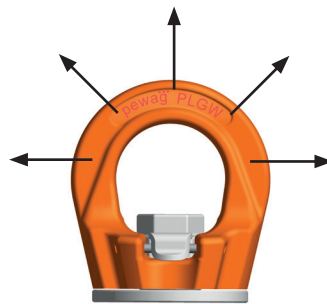

Bild 1: tillåtet
Max last: Lastkapacitet enligt testcertifikat eller belastningstabell i de angivna dragriktningarna – se bild 1.
- Belasta endast i den angivna riktningen (se bild 1) med WLL enligt tabell.
- Belastningsriktningen inte är inom det förutsedda området enligt bild 1.